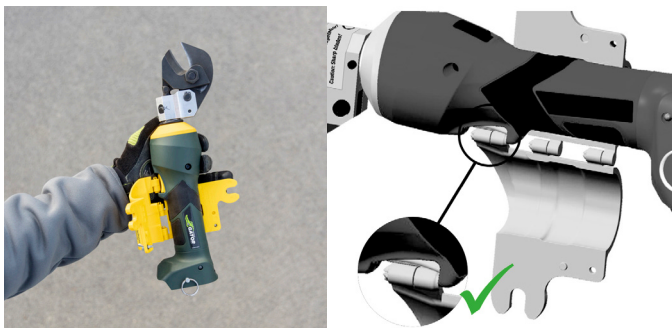

Figure 2
- iii. Ouvrir le montage et le placet autour du boîtier du coupe-câble à distance en ligne. Aligner la charnière avec la gâchette (Fig. 2).